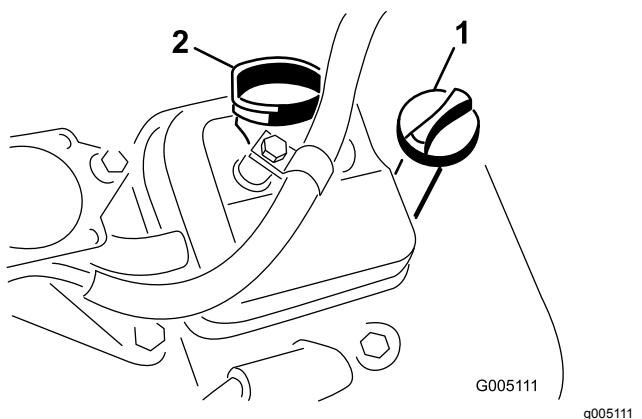

Figura 32
3. Inserite l'asta di livello nel relativo tubo e avvitatela nel tubo (Figura 32).